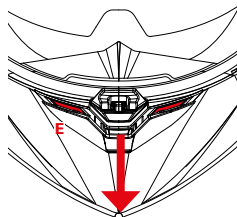

FIGURE 3
- Figure 3: prise d'air complètement ouverte.